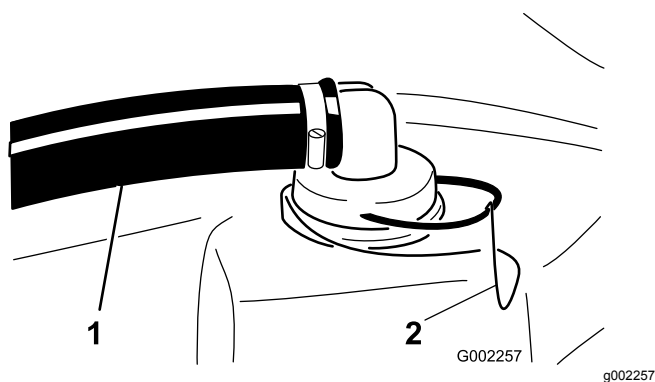

Рисунок 68
2. Снимите фиксатор с красного фитинга, присоединенного к большому шлангу в верхней части бака (Рисунок 68).
3. Отсоедините шланг от бака (Рисунок 68).